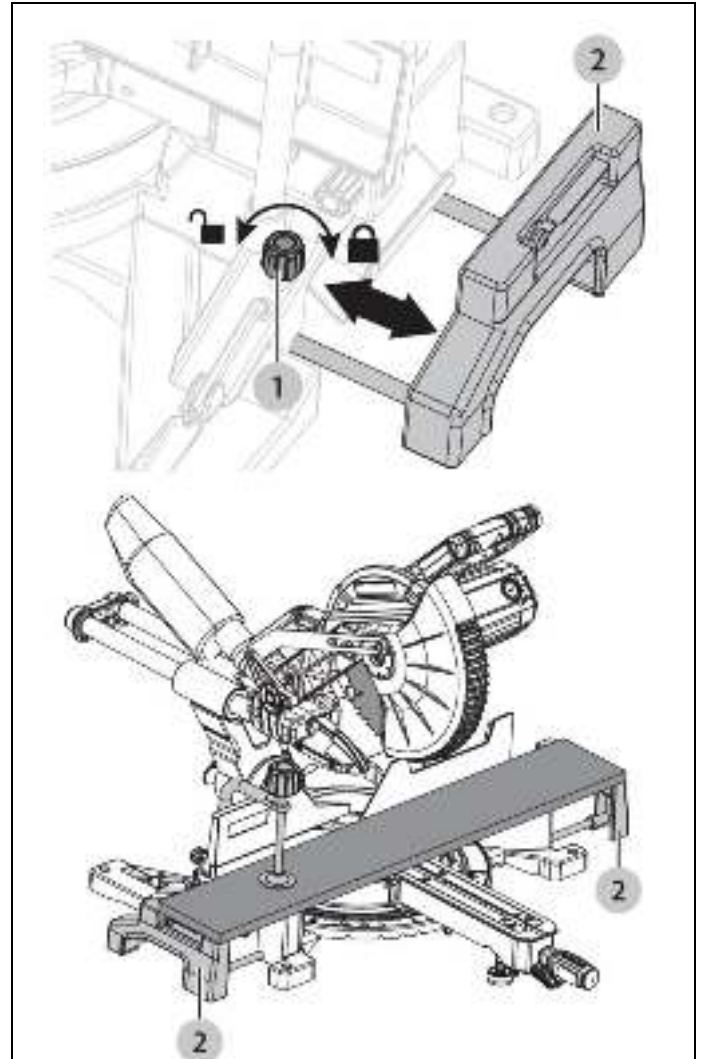

Рисунок 18
5.5 Создание опоры длинным заготовкам (Рис.18)
(См. Рис. 18)
- При резании длинных заготовок или плитуса поддерживайте противоположный конец заготовки с помощью расширения стола. (См. Рис. 18)
- При резании длинных заготовок или плинтуса поддерживайте противоположный конец заготовки с помощью расширения стола. (См. Рис. 18)